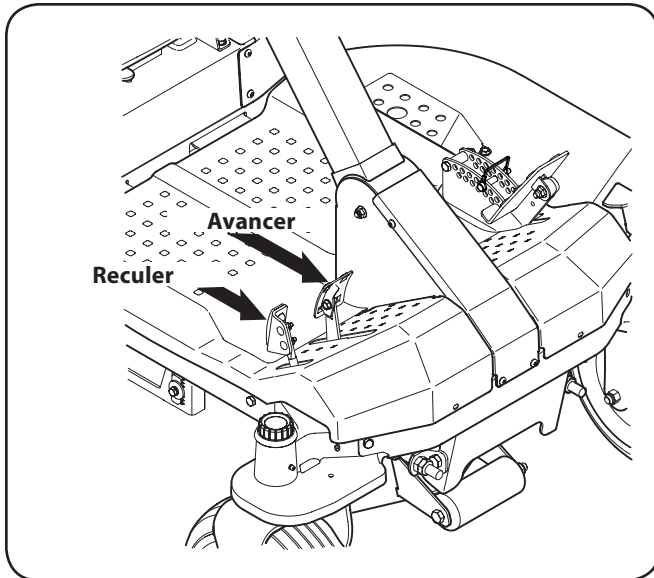

Figure 5-2
2. Pour AVANCER, enfoncez doucement sur la pédale de marche avant jusqu'à ce que la vitesse désirée soit atteinte. Consultez la figure 5-2
4. Pour RECULER, vérifiez que la zone située derrière est libre puis enfoncez la pédale de recul lentement avec la pointe du pied (PAS votre talon) jusqu'à ce que la vitesse désirée soit atteinte. Consultez la figure 5-2